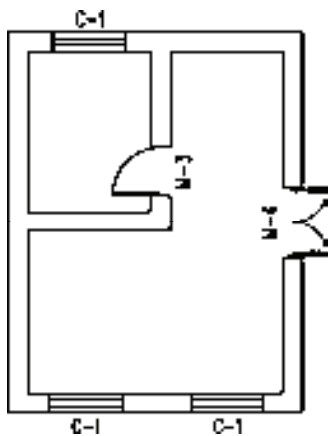

图 5-56 打开素材
1) 按〈Ctrl+O〉组合键，打开配套光盘提供的“第 5 章/5.2.7 门窗套.dwg”素材文件，结果如图 5-56 所示。